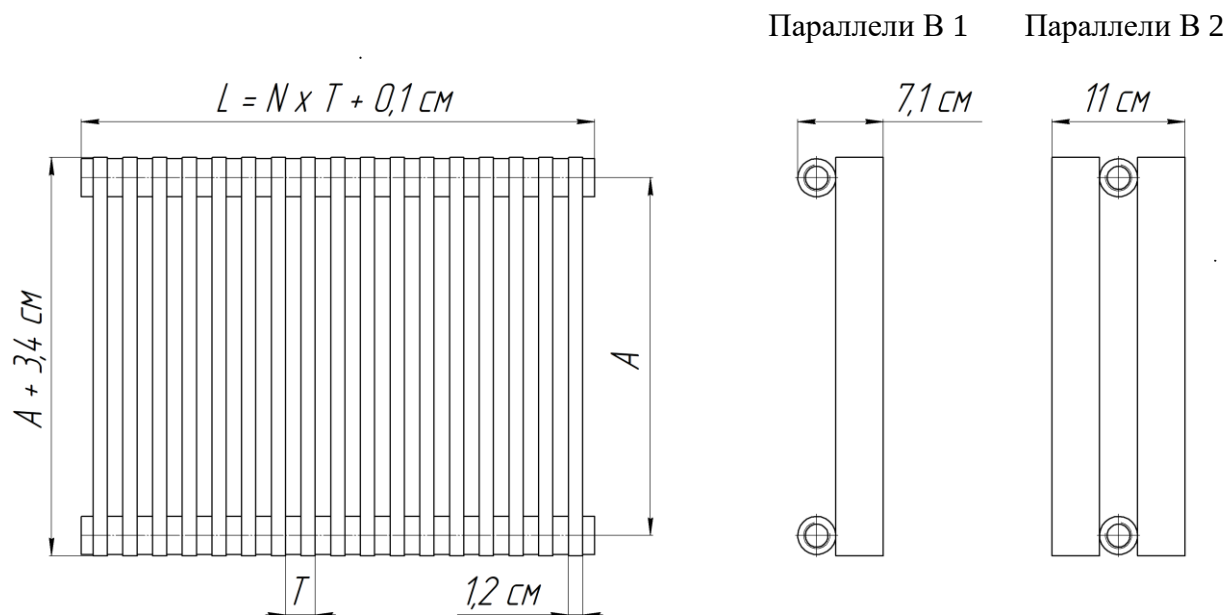

Рис.1 «Параллели В», где: А – межцентровый размер, см; Т – шаг (Т = 2,5 см); N – количество секций; L – габаритная длина, см.
2.1. Основные размеры и параметры радиаторов приведены на рис.1 и в Таблице №1.